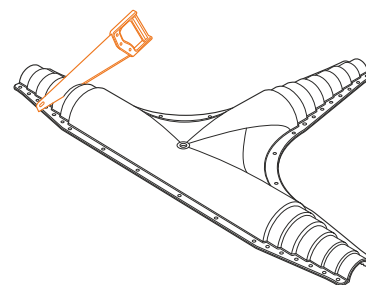

Рис. 4.6.1
1. Обрезать концы верхней и нижней половин защитного кожуха по уровню метки, соответствующей наружному диаметру защитной оболочки трубы (рис. 4.6.1).